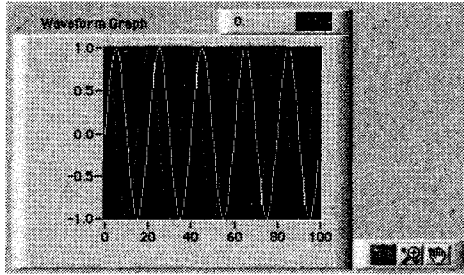

Рис. 9.31
1. Откройте новый ВП и поместите график осциллограммы на его лицевую панель (рис. 9.31). Убедитесь, что автоматическая настройка шкалы включена.